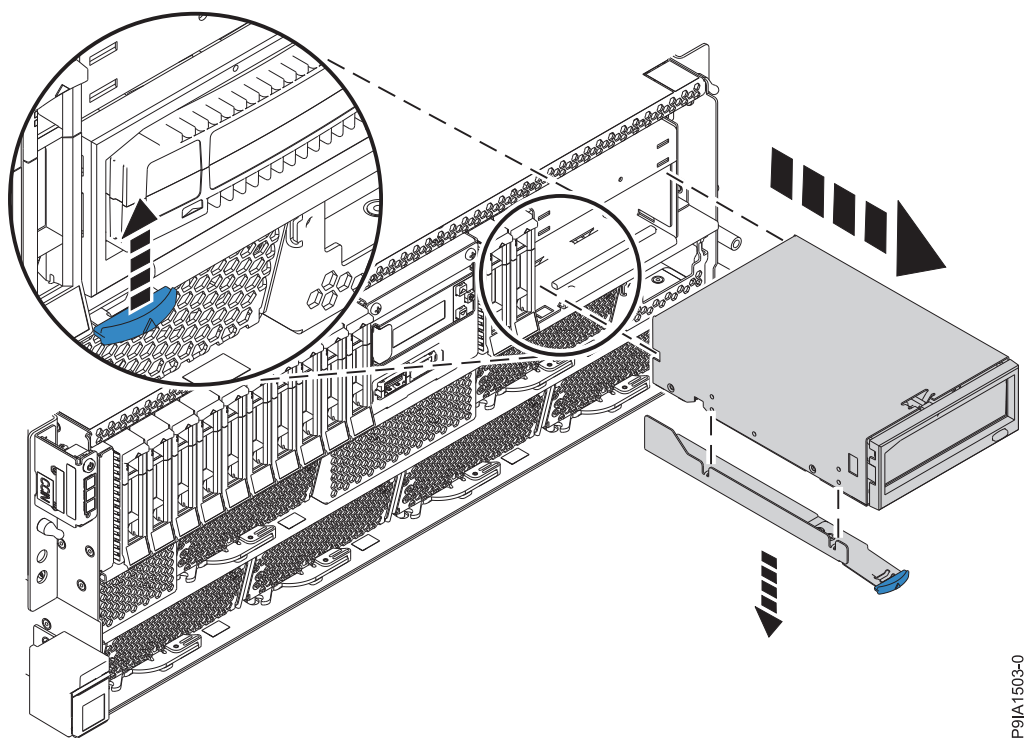

Figura 15. Extracción de la estación de acoplamiento RDX interna de un sistema montado en bastidor
- a. Presione la pestaña de color azul del pestillo de la estación de acoplamiento RDX interna hacia arriba para liberar la estación de acoplamiento RDX interna, tal como se muestra en la Figura 15 en la página 20.